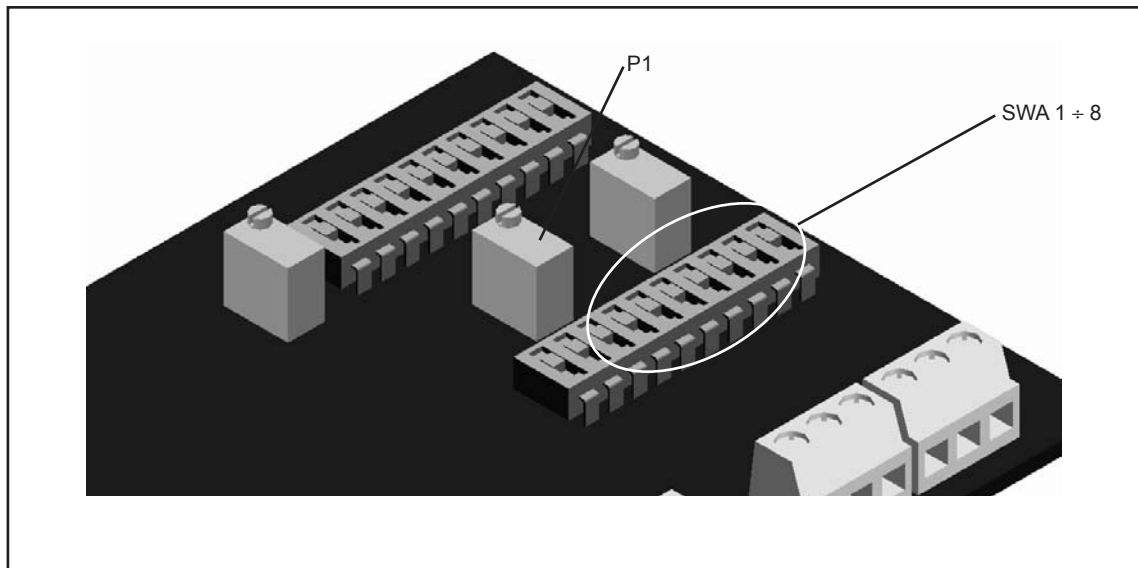

Abb. 5-9 : Position der Mikroschalter SWB 1 bis 8 und des Potentiometers P1
- Sicherstellen, dass die SWA 1 bis 8 Mikroschalter auf OFF sind (siehe Abbildung 5-9 zur Ortung der Mikroschalter).